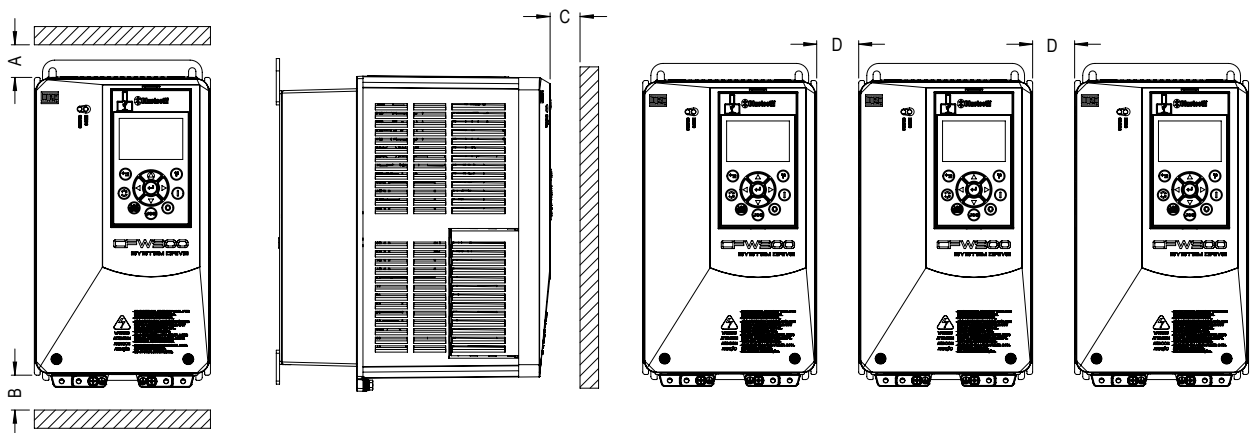

Figura 3.2: Espaços livres para ventilação
Para permitir a circulação do ar de refrigeração do inversor, é necessário deixar no mínimo os espaços livres especificados na Figura 3.2 e Tabela 3.3.
- Quando um inversor for instalado acima de outro, usar distância mínima A + B, conforme a Figura 3.2, e desviar do inversor superior o ar quente proveniente do inversor de baixo.